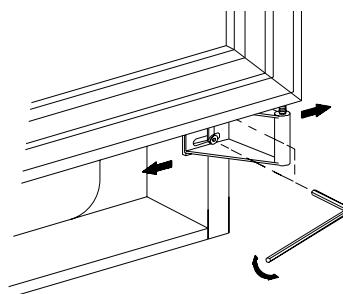

Fig. 2
Voir fig. 2
2. Démonter la charnière supérieure. Voir fig. 2. Bien tenir la charnière car elle est soumis à la pression d'un ressort et pivote lorsqu'on enlève les vis.